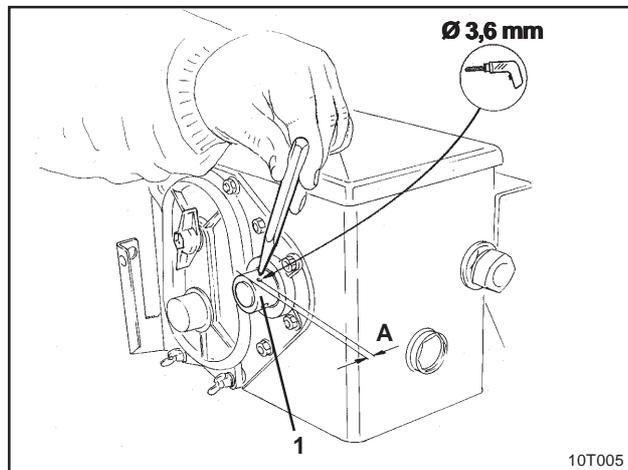

Fig. 6.3
- mit dem mitgelieferten Bohrer Loch (\varnothing 3,6 mm) in die Getriebehohlwelle (Fig. 6.3/1) bohren.
Der Abstand A (siehe Fig. 6.3) vom Rand der Hohlwelle zum Bohrungsmittelpunkt **beträgt 5 mm. Bohrung ankörnen.**